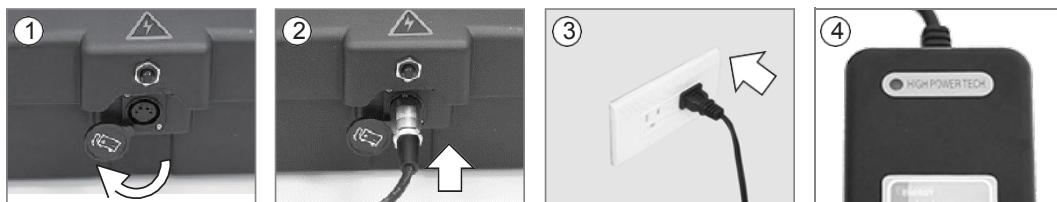

Abbildung 26
**Ladeanschluss am Akkukasten (Abbildung 26)**